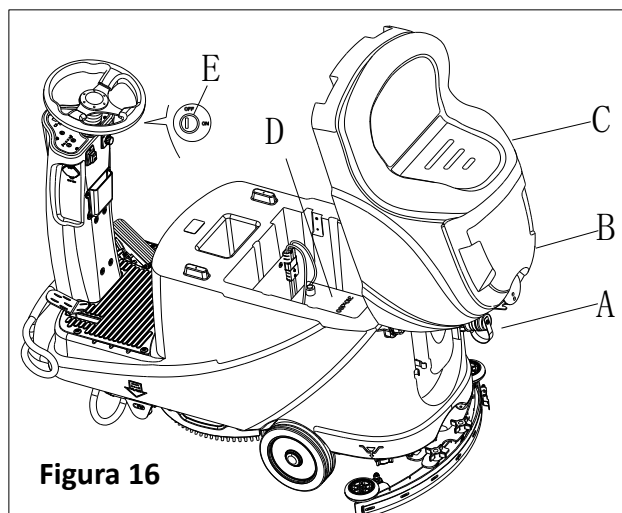

Figura 16
1. Aprire il coperchio del serbatoio di raccolta (B, Figura 16) per verificare se il serbatoio di raccolta (C) è vuoto, o svuotare il serbatoio di raccolta mediante il tubo di drenaggio (A).
- verificare il livello elettrolitico delle batterie (D), se necessario, aprire il coperchio per riempire di elettrolitico e quindi richiudere.